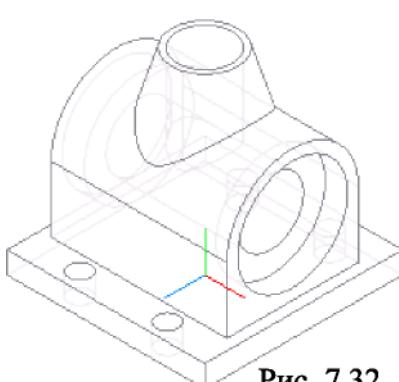

Рис. 7.32
13. Для создания симметричного углубления воспользуемся инструментом **Зеркальный массив**. В качестве входных параметров операции последовательно указываем в **Дереве построений** последнюю операцию выдавливания и координатную плоскость **YZ** (рис. 7.32).